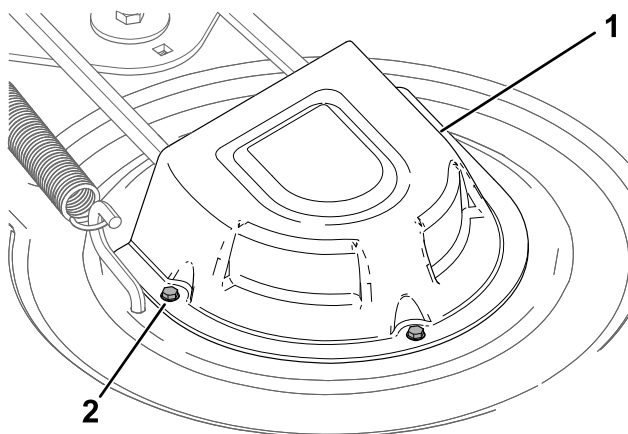

Figura 54
- Afloje los tornillos y retire las cubiertas de las poleas (Figura 54).